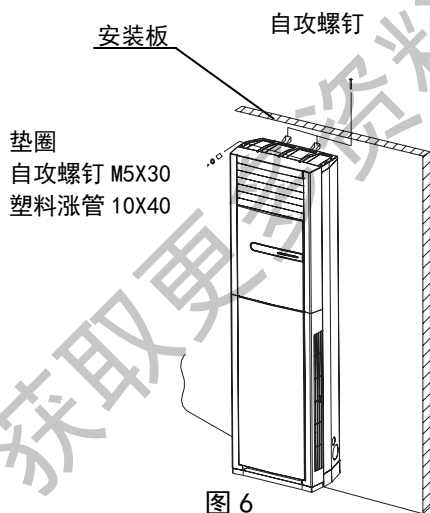

图 6
- 4、室内机需使用 2 块安装板将机体固定在墙上（图 6，图中的安装板和紧固件需要向本公司另购）。